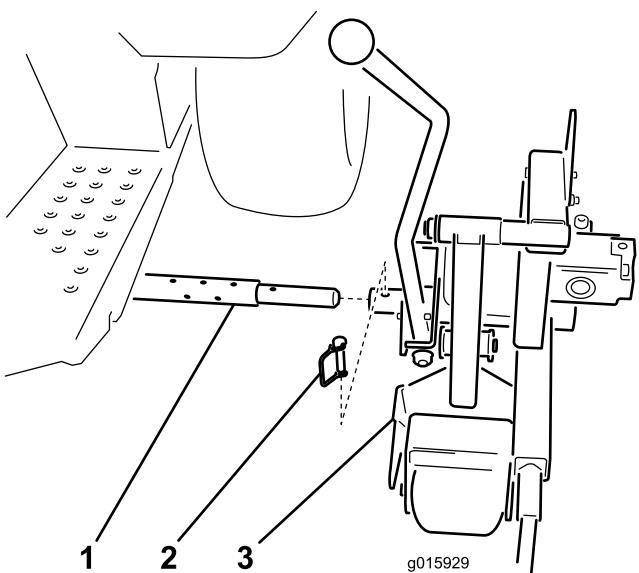

Figura 5
1. Inserite il tubo di rotazione del porta-lame nel tubo trasversale (Figura 5).
2. Fissate il porta-lame al tubo trasversale con il perno di traino (Figura 5).